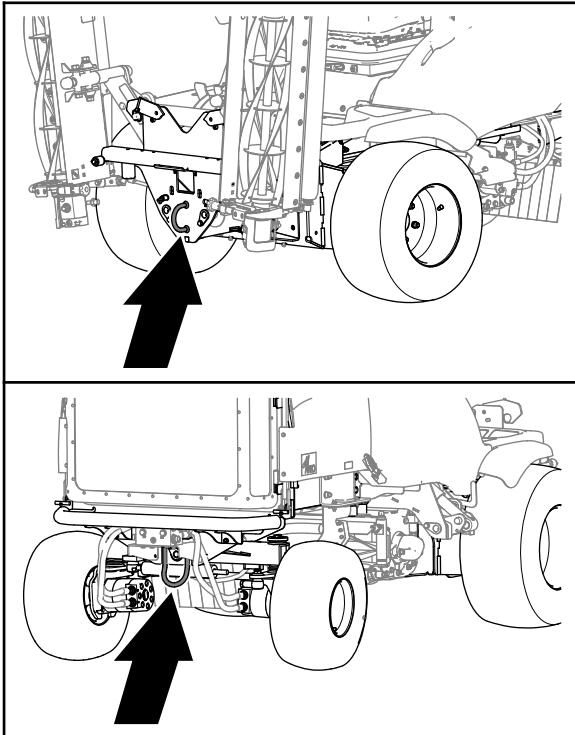

Figura 32
5. Collegate una barra di traino **rigida** all'anello di traino sulla parte anteriore della macchina e al veicolo di traino (Figura 32).